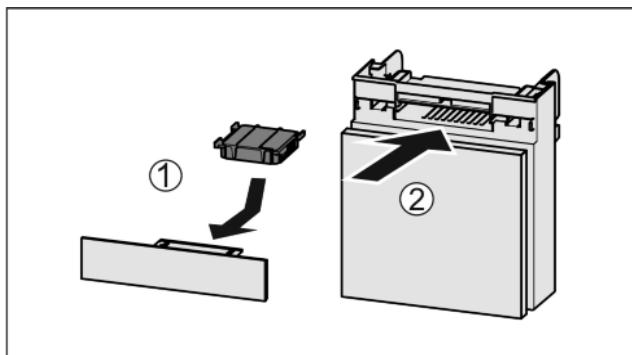

Fig. 56
- Vložte aktívny uhlíkový filter podľa obrázka Fig. 56 (1).
- Zasuňte zásuvku Fig. 56 (2).